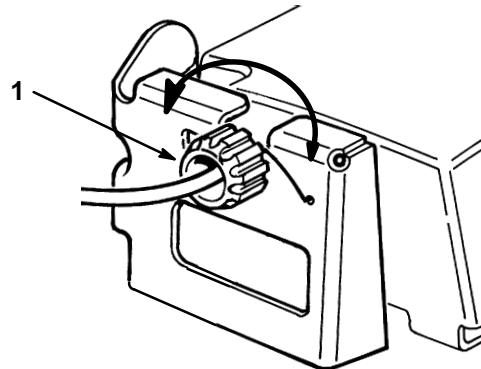

Abbildung 22
2. EINSTELLUNG (Abb. 22) — Den Reglerknopf 1/2 Umdrehung im Uhrzeigersinn drehen, wenn der Selbstantrieb nicht arbeitet. Wenn sich der Rasenmäher langsam vorwärts bewegt, den Knopf um 1/2 Umdrehung im Gegenuhzeigersinn drehen, um den Riemen zu lösen.